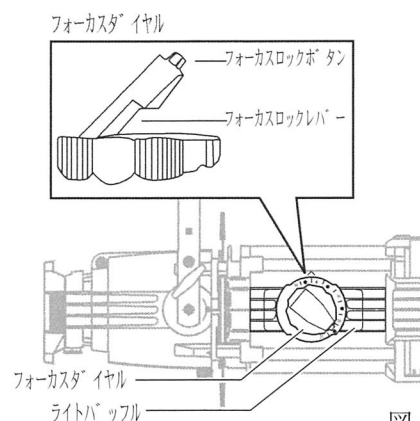

図 3
1. フォーカスロックボタンを押しながらフォーカスロックレバーをおこし、フォーカスダイヤルを解除して下さい(図3)。